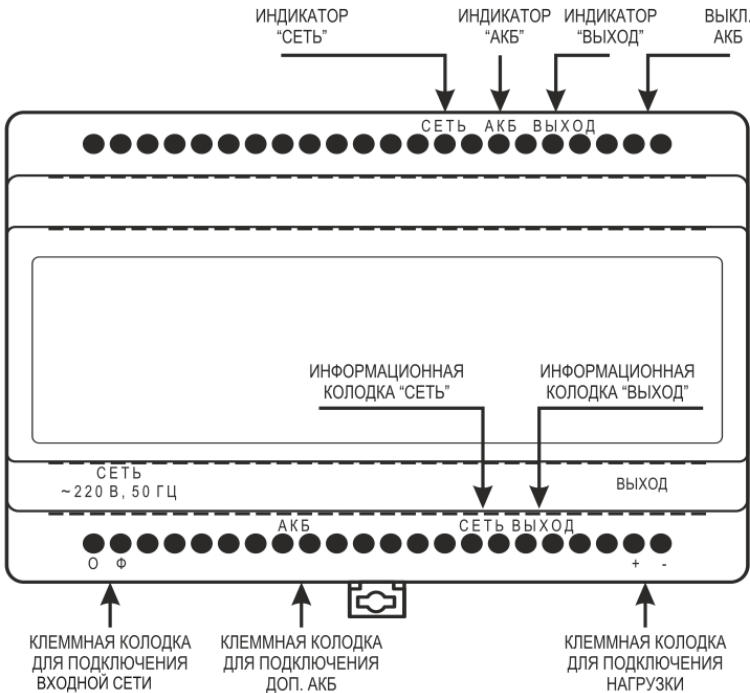

Рисунок 1 – общий вид источника
- возможность отключения встроенной АКБ с помощью выключателя АКБ (см. рисунок 1). Выключатель АКБ предназначен для отключения встроенной АКБ при транспортировке, хранении, или в случае длительного перерыва в эксплуатации источника;
- светодиодную индикацию (см. рисунок 1);